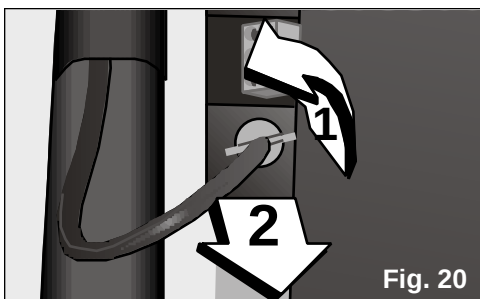

Fig. 20
- ❑ Desmonte o tubo de evacuação de água de condensação, girando-o 1/4 de volta para a esquerda, e extraia-o, **Fig. 20**. Tenha um cuidado especial ao retirar este tubo, porque é possível que escorra uma parte da água contida no mesmo.
Certifique-se de que o tubo de água está perfeitamente colocado para evitar que a água caia e molhe a superfície de apoio. Para isso, proceda de forma inversa à indicada na Fig. 20.